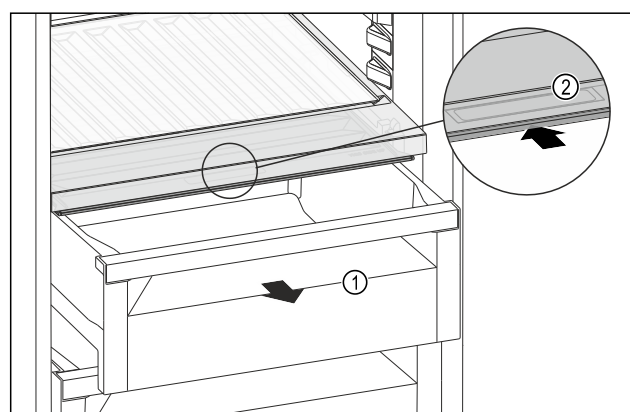

Fig. 187
- Retirer le tiroir Fig. 187 (1).
- ▶ Saisir la poignée encastrée *Fig. 187 (2)* du couvercle du compartiment et pousser le couvercle du compartiment vers l'arrière.